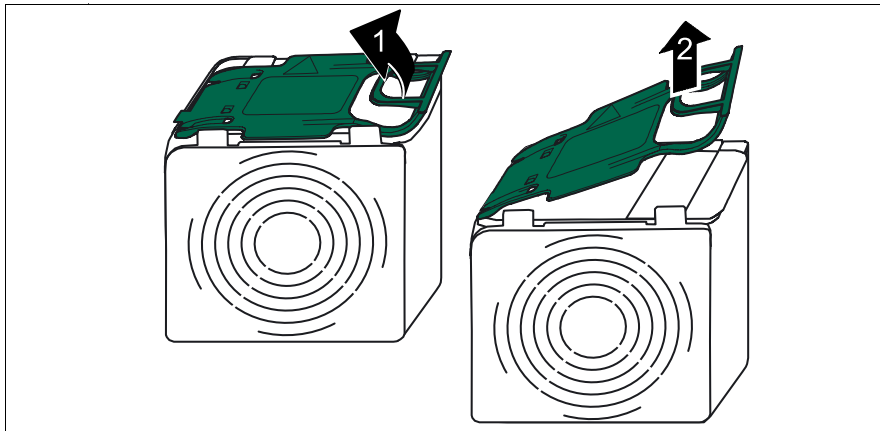

Bild 33: Lüfter ausbauen
- Fassen Sie den hot-plug Lüfter nur an dem grünen Lüftergriff (Touch Point) wie in Bild 33 auf Seite 97 dargestellt an.